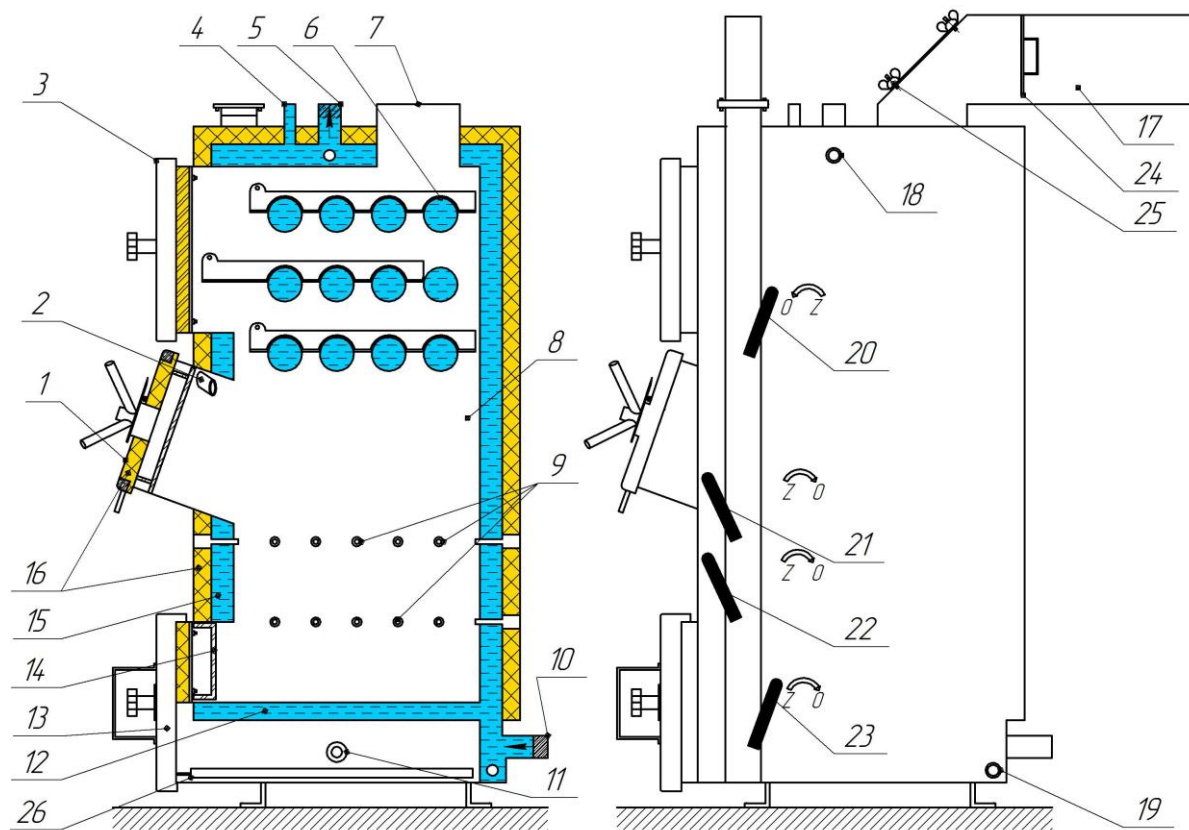

Рисунок 2 – Зовнішній вигляд та основні елементи котла
Конструктивно котел являє собою збірно-зварену конструкцію, що складається з корпусу (рис. 2) з камерою згоряння (топкою) (поз. 8, рис. 2). Над топкою розташована конвекційна частина котла (поз. 3, рис. 2), що являє собою високоефективний трубчастий теплообмінник.
Корпус котла виконаний в формі паралелепіпеду з подвійними стінками, які розділені водними перегородками (поз. 15, рис. 2). На зовнішній поверхні корпусу під декоративною обшивкою закріплена теплова ізоляція. (поз. 16, рис. 2).
Паливо для процесу спалення завантажуються на колосникові ґрати (поз. 12, рис. 2) крізь завантажувальні дверцята (поз. 1, рис. 2). Колосникові ґрати виконані з товстостінних безшовних труб по яких постійно циркулює вода з водяної оболонки котла, що унеможливує їх прогорання. Згоряння палива в топці відбувається за участю повітря, яке постачається по каналу подачі повітря (поз. 2 та 9, рис. 2) вентилятором. Кількість повітря, необхідного для процесу згоряння, регулюється автоматично блоком автоматики управління.
Підведення і відведення теплоносія здійснюється відповідно через патрубки зворотної мережної води (поз. 10, рис. 2) і прямої мережної води (поз. 5, рис. 2).
Топочні гази виходять у димохід крізь боров (поз. 7, або 17, рис. 2), розташований у задній частині котла.
Зола, яка утворюється в процесі згоряння палива, зсипається в нижню частину корпусу котла – зольник (поз. 13, рис. 2).
У верхній частині корпусу котла розташований штуцер для встановлення групи безпеки котла (поз. 4, рис. 2).
На бічній стінці корпусу у нижній її частині розміщено штуцер для зливу води з котла (поз. 19, рис. 2).
На бічній стінці корпусу у верхній її частині розміщено штуцер для підключення насосу (поз. 18, рис. 2). За бажанням, або при бічному підключенні.
- дверцята для періодичного обслуговування (чищення) конвекційної частини котла (поз. 3, рис. 2);
- ревізійний дверцята (поз. 14, рис. 2) для періодичного чищення колосникових ґрат;
- дверцята зольника (поз. 13, рис. 2) для можливості спорожнення – зольника.